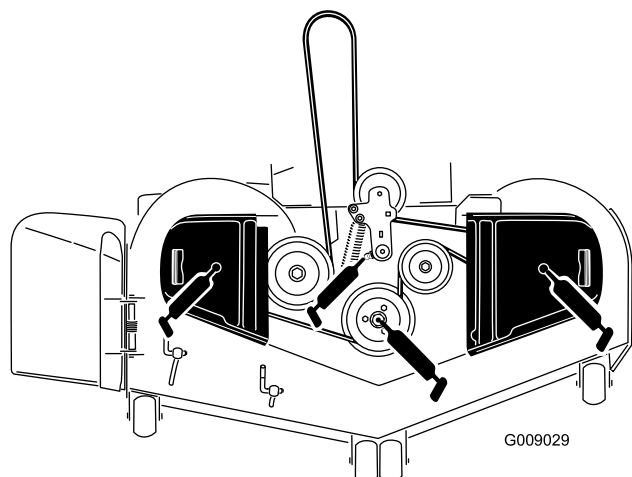

Figure 42
- Graissez le pivot de la poulie de tension du tablier de coupe jusqu'à ce que la graisse ressorte par le bas (Figure 42).
- Graissez les graisseurs sur le côté des 3 roulements d'axes jusqu'à ce que la graisse ressorte par le bas (Figure 42).
- Graissez le bras de la poulie de tension de la courroie d'entraînement (Figure 42).